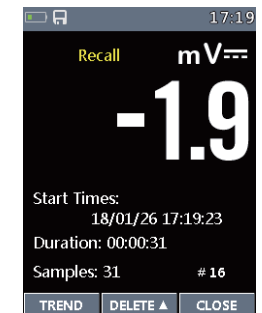

Fig136
- Nel menu Registra. Premere il tasto ▲ or ▼ per selezionare Revisiona.Premere il tasto ► Enter per vedere le registrazioni delle misure (Fig136).